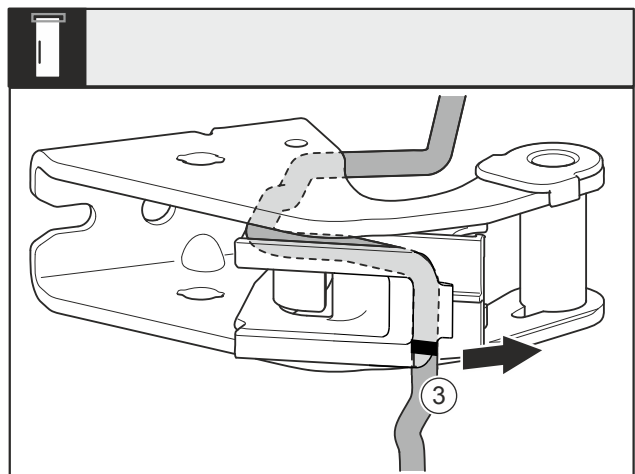

Fig. 31
- Démonter le câble du support de palier avec le support de câble Fig. 31 (3).